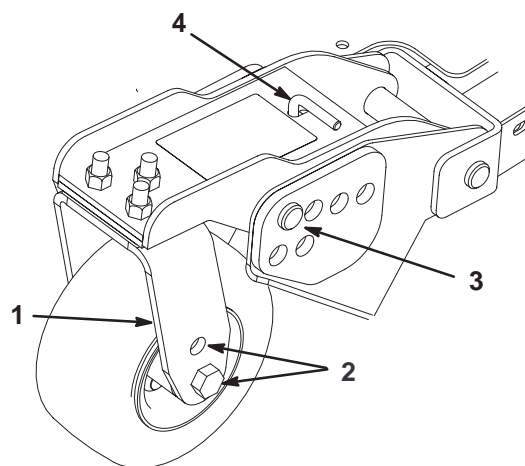

Bild 16
4. Entfernen Sie den Splint und den Lastösenbolzen von den Laufradschwenkarmen (Bild 16).
5. Drehen Sie die Spannstange, um den Schwenkarm anzuheben oder abzusenken, bis die Löcher mit den ausgewählten Schnitthöhenlöchern im Schneidwerkrahmen flüchtig sind (Bild 16 u. 17).